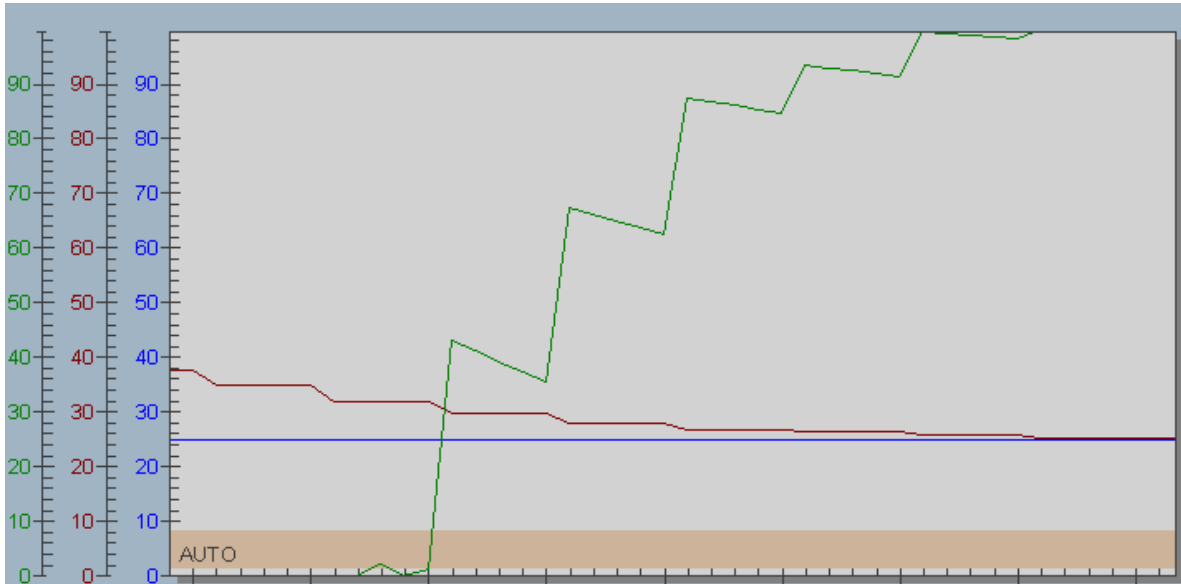

Figura 69: Respuesta de lazo de control PI TIC-101 (Azul: SP, Verde: Variable Controlada, Café: Variable manipulada).
Para alcanzar el valor deseado el agua debe enfriarse hasta el valor de consigna (SP) por lo tanto la válvula se ira cerrando proporcionalmente hasta llegar a su totalidad y así lograr el valor esperado, cabe resaltar que al momento de lograr el valor deseado este genera un error de  $\pm 1^{\circ}\text{C}$  a causa de que solo se enfría una porción del estanque de 25 litros, esto se puede visualizar en la figura 69.